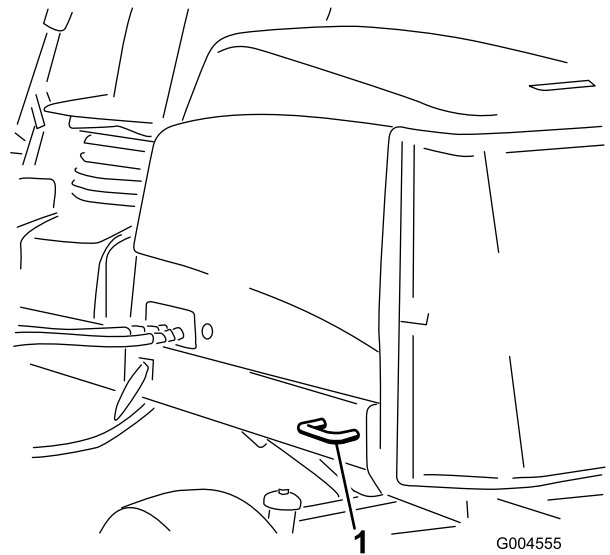

Bild 33
- Hinten: Jede Maschinenseite am hinteren Rahmen (**Bild 33**)